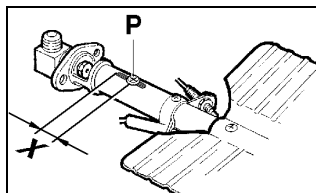

Fig. 14
- 2) Dévisser la vis **P** et régler la position **X** du cône venturi (**Fig.14**) conformément aux indications du tableau n°4.